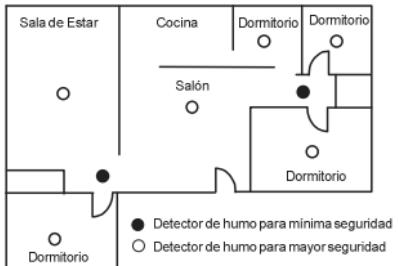

Figura 3: Lugares de ubicación de los detectores de humo y calor en una residencia de un piso con más de una zona con dormitorios.
- ◆ Instale un detector de humo y calor en cada planta de una casa o apartamento de varios pisos, como se muestra en la Figura 3.